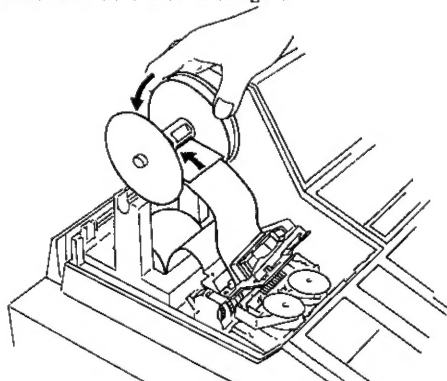

Abb. 4
4. Schieben Sie das Ende der Papierrolle in den Spulenschlitz und wickeln Sie das Papier mit zwei oder drei Umdrehungen auf die Spule auf (siehe Abb. 4).